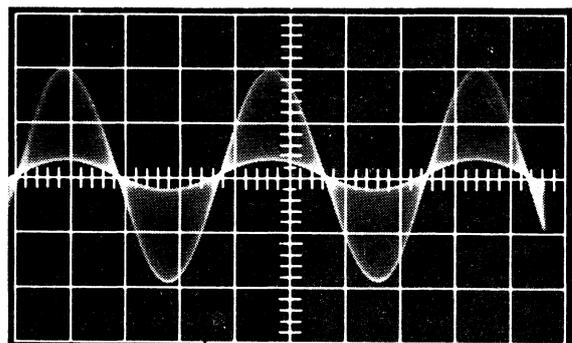
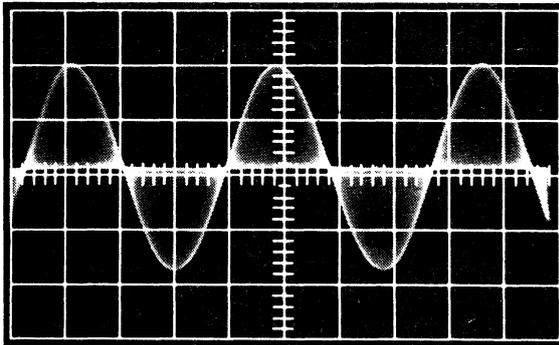
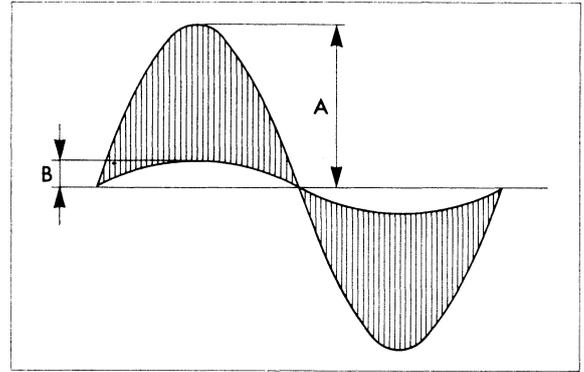

Abb. H1. Oszilloskopbild zeigt Unsymmetrie der MS-Amplitude (gemessen am Diskriminator-Ausgang).
Abb. H3. Wellenform eines einfachen L- oder R-Signals, gemessen am Multiplex-Ausgang, ohne Pilotsignal.
Abb. H4. Berechnung des MS-Identitätsfaktors, der der LR-Separation gleich ist (nach Entschlüsselung).
4) Das Oszilloskop zeichnet nun ein Bild wie in ABB. H1 oder H2 dargestellt ist.
Abb. H3 zeigt den ideellen Fall mit perfekter M und S Kanalidentität. In der Praxis erhält man hiernach Oszilloskop-Ansichten wie in Abb. H1 und H2.
Abb. H1 zeigt die MS-Amplituden-Unsymmetrie (S-Kanal-Amplitude ist zu klein). Aus diesem Bild kann der MS Identitätsfaktor und die zugehörige LR-Trennung (nach der Demodulation in einem idealen Multiplexdekoder) errechnet werden, wie Abb. H4 zeigt.